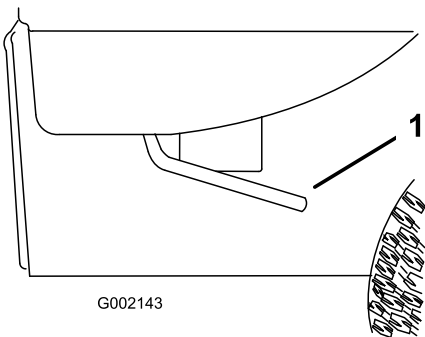

Figura 23
1. Levante a alavanca em cada um dos lados da caixa e faça subir a própria caixa (Figura 23).